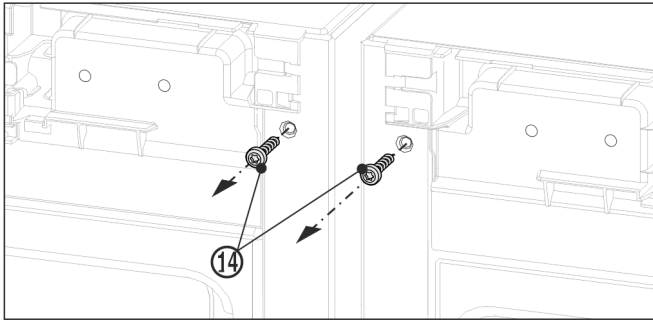

Fig. 11
- ▶ Przed zamontowaniem górnego kątownika wykręcić obie śruby uziemiające Fig. 11 (14).